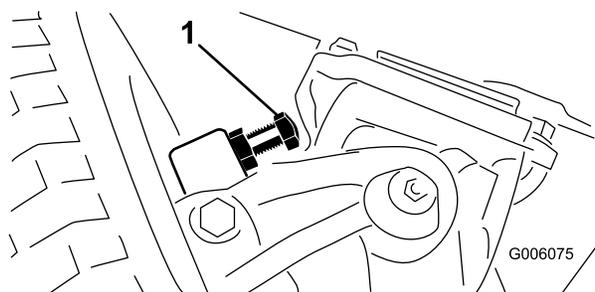

Figura 59
- Avvitare i bulloni fuori o dentro fino a ottenere la distanza di 2,3 mm (Figura 59).